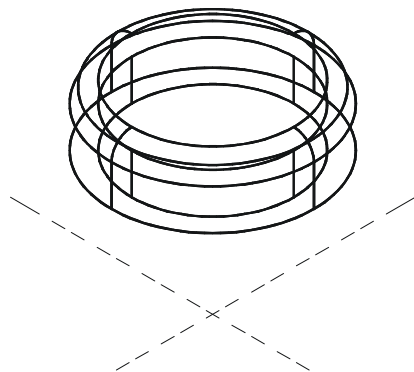
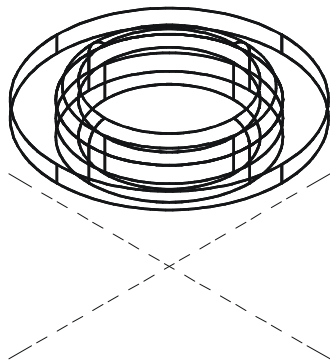
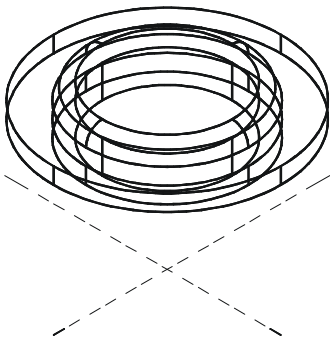

图 9-3-5
图 9-3-6
图 9-3-7
STEP 05 用剖切 SLICE 命令对圆柱体进行剖切，如图 9-3-5 所示。
STEP 01 在如图 9-3-5 所示的图形中绘制端盖外缘，如图 9-3-6 所示。
STEP 02 在东北等轴测视图中运用布尔差集运算命令将如图 9-3-6 所示的半径为 70，高度为 10 的圆柱中减切半径为 50，高度为 10 的圆柱；然后用布尔并集运算命令将所有三维实体合并为一个新的实体，如图 9-3-7 所示。